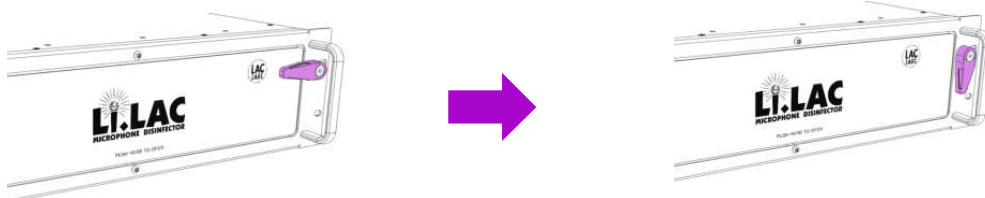

Abb. 2
1. Den Riegel um 90° gegen den Uhrzeigersinn drehen, um die Transportsicherung zu entriegeln (Abb. 2)